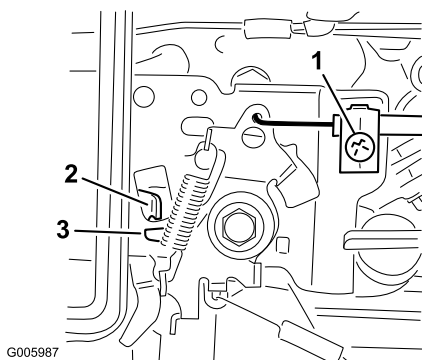

Figure 11
- C. Déplacez la manette d'accélérateur sur le moteur jusqu'à ce qu'elle touche la manette de starter (Figure 11).
- D. Resserrez la vis de fixation (Figure 11).